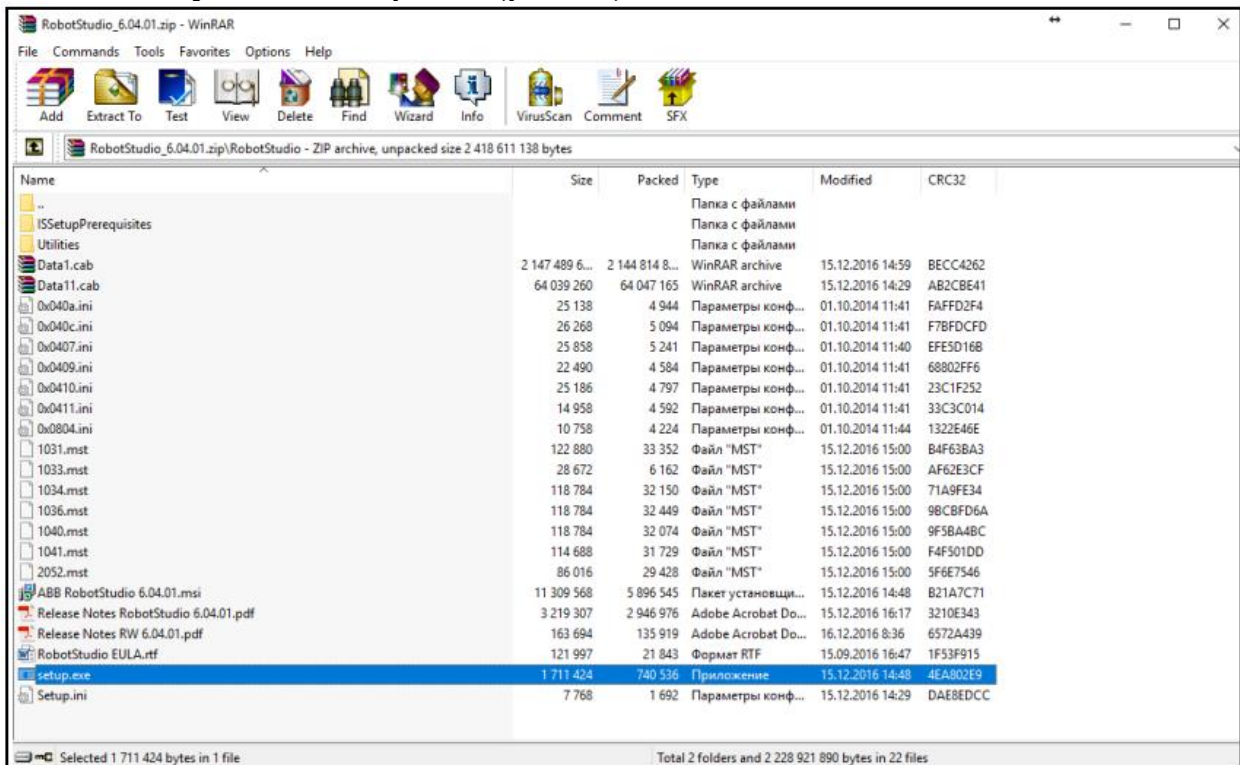

Рисунок 2 - Папка с инсталлятором программы
2. Запустите setup.exe (рис. 2).